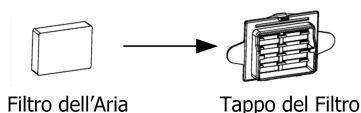

Fig. 12-1
(1) Attaccare il filtro dell'aria al tappo del filtro, come mostrato nella Fig. 12-1.